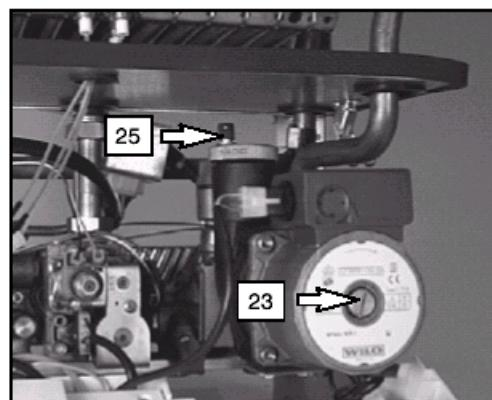

Fig. 6.3.
7. Desapertar o tampão da válvula automática da purga 25, fig. 6.3.
11. Retirar o tampão 23 da fig. 6.3. e desbloquear a bomba, girando o rolete com a ajuda de uma chave de fendas. Durante esta operação, purge a bomba.